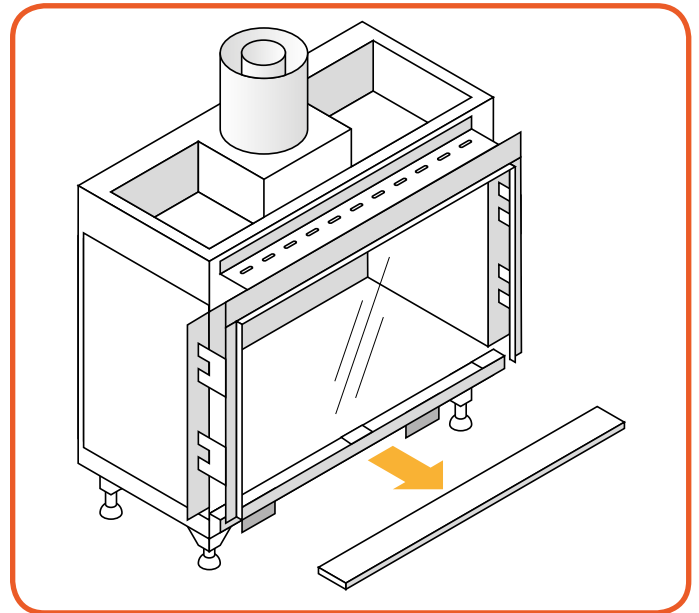

Figura 10.6 - Rimozione del vetro frontale
- Sollevare leggermente il vetro e inclinarlo facendolo passare attraverso l'apertura (vedi Figura 10.6).